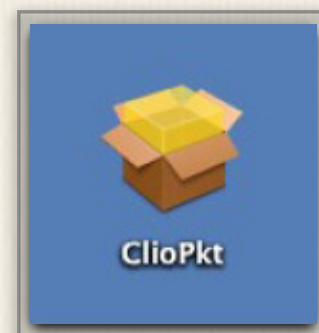

図1-6 ClioPkt
- ① インストレーションCDの中のClioPktSetup.exeファイルをクリックし、図1-6のセットアップウィザードを立ち上げる
- ② 「Next」でインストールを行う
- ① CP-1をPCのUSBに接続
- ② CP-1のLEDが点灯していないことを確認
- ③ CDのOS Xフォルダ内に（図1-6）ClioPkt.pkgを見つけ、ここをダブルクリックする。